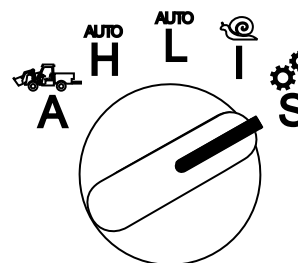

Figura 18
1. Ligue o seletor do modo de operação para a posição S (Figura 18).